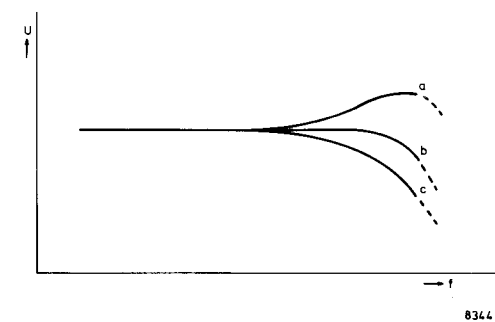

Fig. 18
- Bei Frequenzen höher als 6300 Hz soll der Frequenzgang ungefähr der in Abb. 18 gezeigten Kennlinie b entsprechen. Die Nachverzerrung soll ≤ 3 % bei 1 kHz (100 % Modulation) sein.